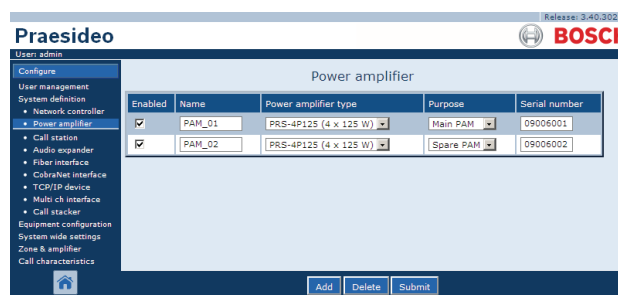

Abb. 42.9: Endstufe löschen, Schritt 2
- Klicken Sie auf die Zeile der Endstufe, die Sie aus der Systemdefinition löschen möchten. Die gesamte Zeile wird hervorgehoben (siehe Abb. 42.9).